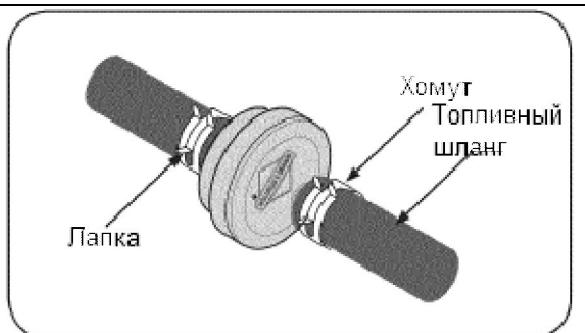

Рис. 11
- Используйте плоскогубцы для сжатия лапок на каждом другом хомуте (со стороны выхода фильтра), затем скользя вдоль шланга, отведите хомут от фильтра. Покручивая и тянув, снимите топливный шланг с топливного фильтра. См. Рис. 11.